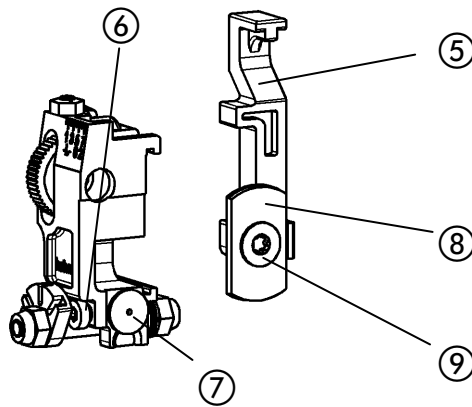
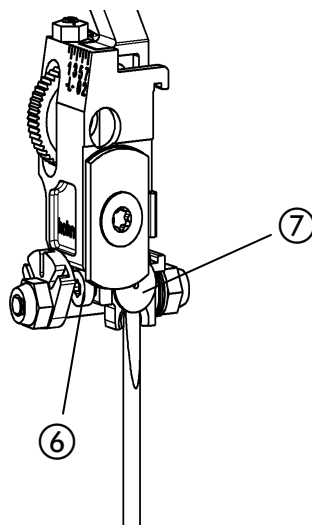

Fig. 33
Fig. 35
- Fig. 33 -
- Soltar el tornillo de sujeción ⑥ y sacar la cuchilla redonda ⑦.
- Fig. 35 -